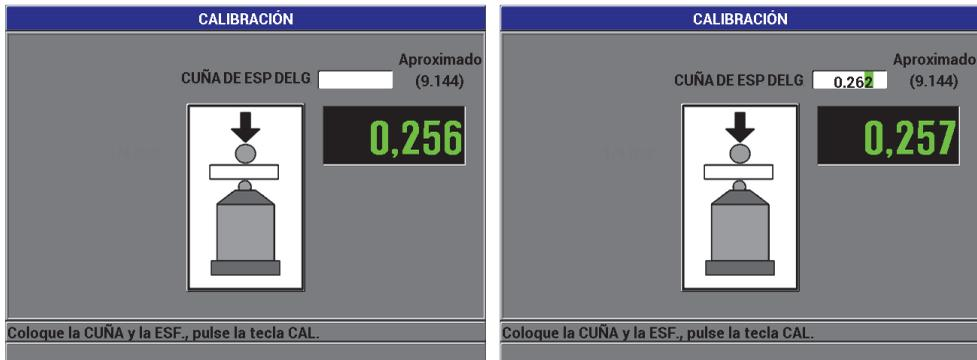

Figura 4-8 Punto de calibración de CUÑA DE ESPESOR DELGADO
- Punto de CUÑA DE ESP. DELGADO: el equipo solicita que se coloque la cuña de espesor delgado y el accesorio auxiliar sobre la punta de la sonda. El espesor delgado de este punto de calibración varía según el tipo de accesorio auxiliar (esfera de acero, disco o hilo metálico) seleccionado. El espesor aproximado de la cuña aparecerá en el cuadro de medida inferior. Pulse la tecla [CAL] para transferir la medida hacia el cuadro de diálogo (cuadro superior). Es posible utilizar las flechas de dirección para introducir el espesor de la cuña de calibración conocido y, a continuación, pulse la tecla [CAL] (ver la Figura 4-8 en la página 96).